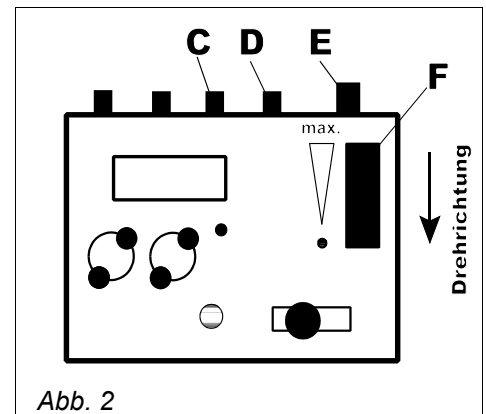

Abb. 2
- ▶ Kupplungsstecker mit Klarsichtschlauch an „Druck Ablass“ (D) anknüpfen
- ▶ Werkstattdruckluft an „Druck Eingang“ (C) anknüpfen
- ▶ „Druck Ausgang“ (E) durch den Schlauch (1,50 m) mit dem im Kühlkreislauf eingebauten Schlauchanschluss verbinden (siehe Abb. 2)